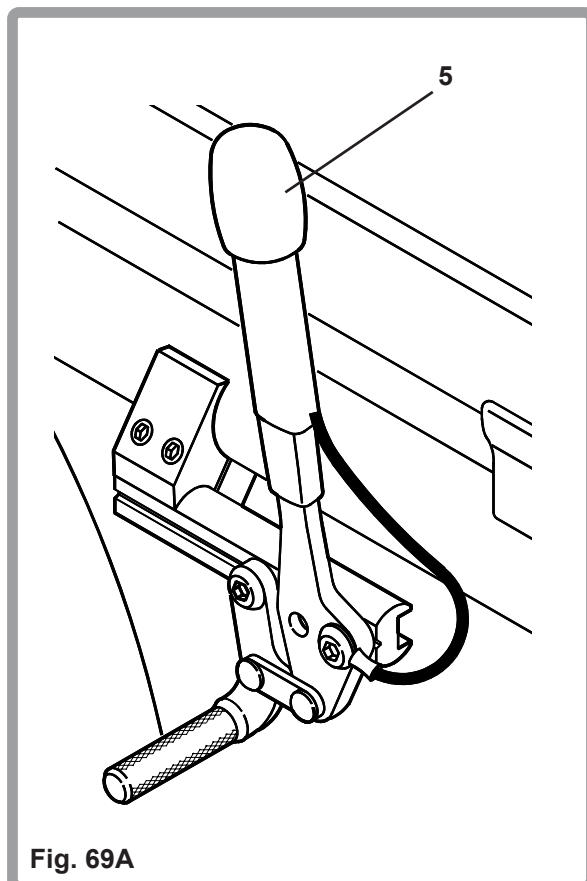

Fig. 69A
De Quickie 2 Millennium kan uitgevoerd worden met verlengde remhendels (5), om de remfunctie te verlichten, wat bedoeld is om met minder kracht de stoel op de rem te zetten (Fig. 69A).